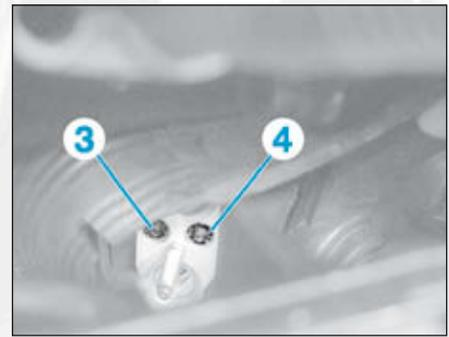

FIG.8
- la vis (3) puis la remplacer par une tige filetée de Ø 5 mm et une longueur de 60 mm (Fig.8),
- la vis (4) puis la remplacer par une tige filetée de Ø 5 mm et une longueur de 60 mm.